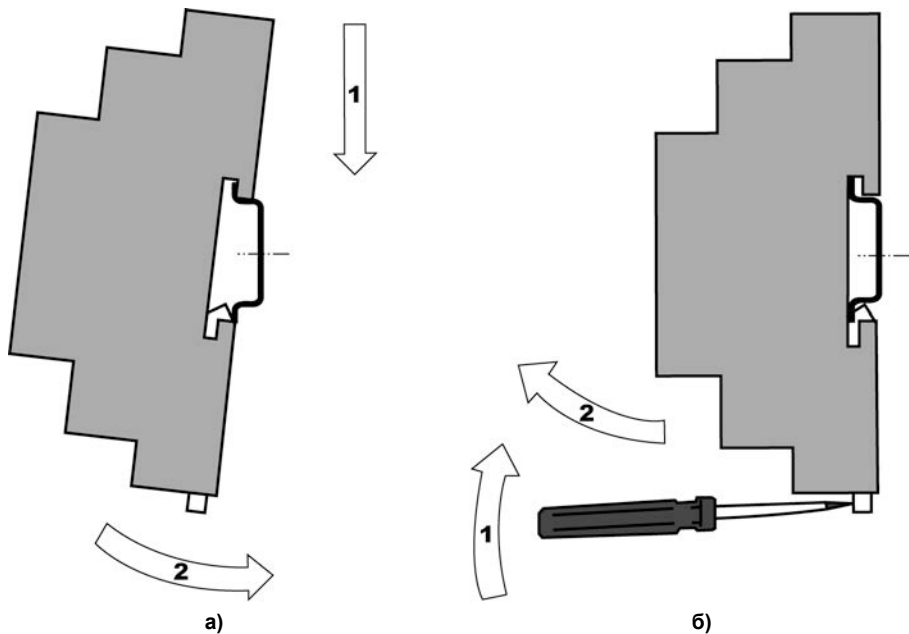

Рисунок 8.1 – Монтаж контроллера с креплением на DIN-рейку
2. Контроллер устанавливается на DIN-рейку в направлении стрелки 1 (см. рисунок 8.1, а);
2. В проушину защелки вставить острое отвертки (см. рисунок 8.1 б), и отжать защелку по стрелке 1, после чего контроллер отводится от DIN-рейки в направлении стрелки 2.